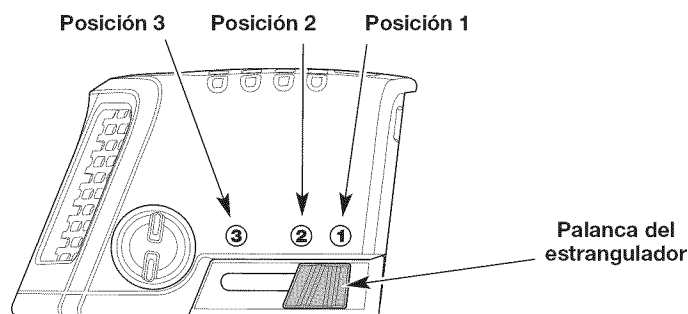

Fig. 10
4. Coloque la palanca del estrangulador en la **Posición 1** (Fig. 10).
7. Siga apretando el control del acelerador. Coloque la palanca del estrangulador en la **Posición 2** (Fig. 10).
10. Siga apretando el control del acelerador. Pase la palanca del estrangulador a la **Posición 3** (Fig. 10) y siga calentando el motor durante 60 segundos más. Se puede usar la unidad durante este período.
8. Siga apretando el control del acelerador. Coloque la palanca del estrangulador en la **Posición 2** (Fig. 10).
12. Siga apretando el control del acelerador. Pase la palanca del estrangulador a la **Posición 3** (Fig. 10) y siga calentando el motor durante 60 segundos más. Se puede usar la unidad durante este período.